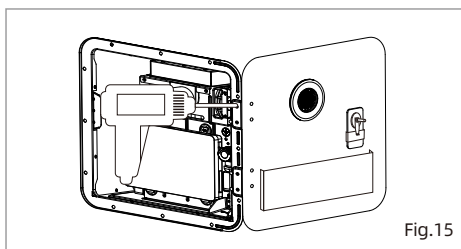

Fig.15
4. Installez la porte du chauffe-eau. (Fig.15)